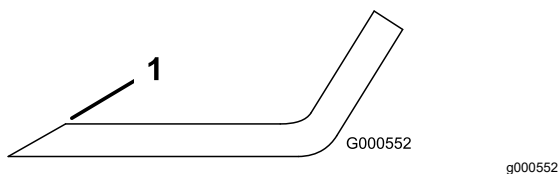

Figure 75
1. Au moyen d'une lime, aiguissez les tranchants aux deux extrémités de la lame (Figure 75).
Remarque: Si la lame est déséquilibrée, limez un peu l'extrémité de l'ailette seulement (Figure 75).